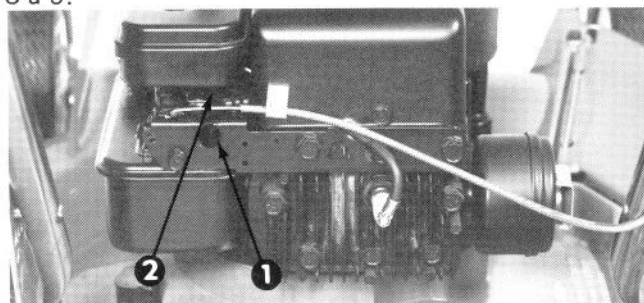

Figure 35
1. Pointeau (Fig. 35) - Fermez le pointeau en le vissant délicatement vers la droite.
4. Vissez le pointeau (Fig. 35) en le tournant vers la droite de 1/8 de tour à la fois, jusqu'à ce que le moteur commence à tourner plus lentement. Accordez au moteur le temps de réagir après chaque 1/8 de tour.
5. Dévissez le pointeau (Fig. 35) de 1/8 de tour à la fois jusqu'à ce que le moteur commence à tourner irrégulièrement. Laissez le moteur réagir après chaque 1/8 de tour.
6. Vissez le pointeau (Fig. 35) en le tournant vers la droite très lentement jusqu'à ce que le moteur se mette à tourner régulièrement. Ce réglage, effectué sans charge, peut être un peu riche, mais un mélange légèrement riche assurera le bon fonctionnement du moteur lorsque celui-ci sera sous charge.